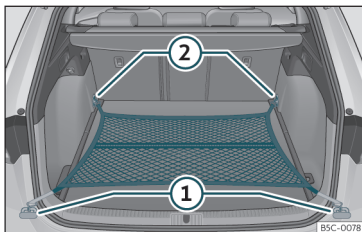

Abb. 116 Im Gepäckraum: flach eingehängtes Gepäckraumnetz.
- Hängen Sie die Haken in die Verzurrösen (1) und (2) »» Abb. 116 ein »» ⚠. Der Reißverschluss des Gepäckraumnetzes muss dabei nach oben zeigen.